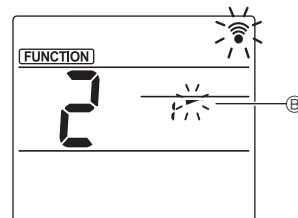

Fig. 3
③ A lamellaszög kiválasztása (Fig. 3)